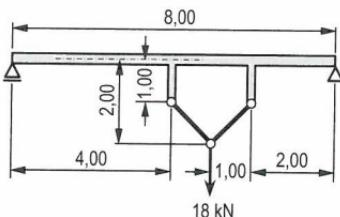

Bild 9.26: Rahmenträger
8. Waagerechter Balken des Rahmenträgers (**Bild 9.26**).